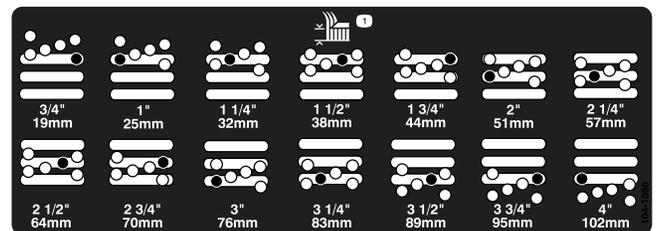

Figura 8
5. Mueva la cámara a la altura deseada e instale el espaciador en el taladro y la ranura de altura de corte deseados (Figura 8)